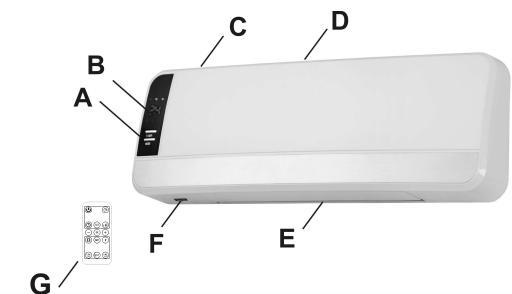

Abb.1
Aufbau des Gerätes (Abb.1):
Stecken Sie den Netzstecker in die Steckdose und schalten Sie das Gerät mit dem EIN/AUS-Schalter (Fig. 1 (F) auf Position „I“ ein. Das Gerät ist nun betriebsbereit.